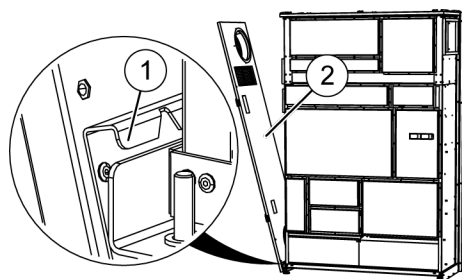

Abb. 41: Linke Verkleidung
- 30.** ▶ Zu zweit die linke Verkleidung montieren. Dazu die Verkleidung (Abb. 41/1) mit der Schiene (Abb. 41/2) unten einhängen.